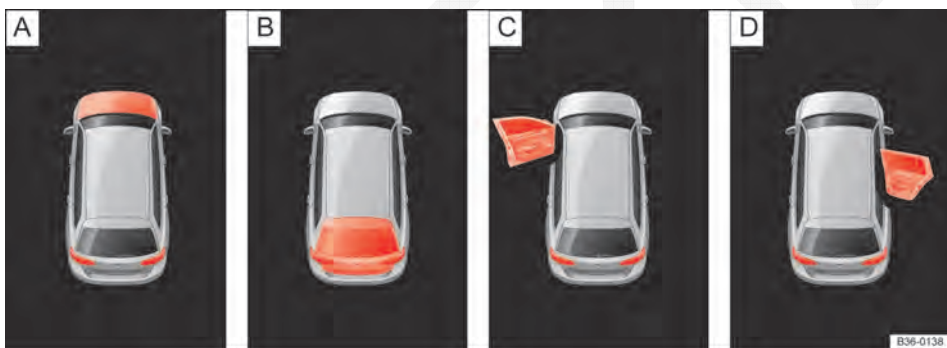

Fig. 18 No display do instrumento combinado: indicadores de status da tampa do compartimento do motor, da tampa do compartimento de bagagem e das portas.
Indicadores de status ⇒ Fig. 18:
- Tampa do compartimento do motor, tampa do compartimento de bagagem e portas abertas ⇒ Fig. 18